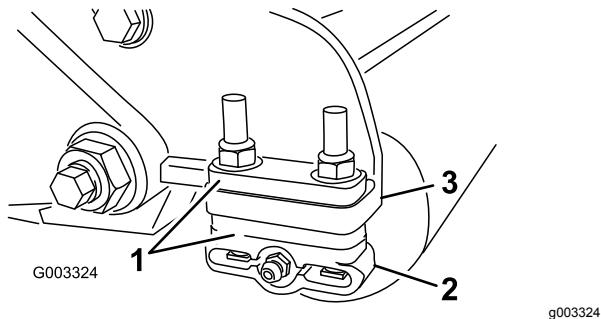

Figura 20
- Ajuste os suportes do rolo traseiro (Figura 20) na altura desejada do limite de corte posicionando a quantidade necessária de espaçadores por baixo da flange de montagem da placa lateral (Figura 20) de acordo com o quadro de altura de corte.